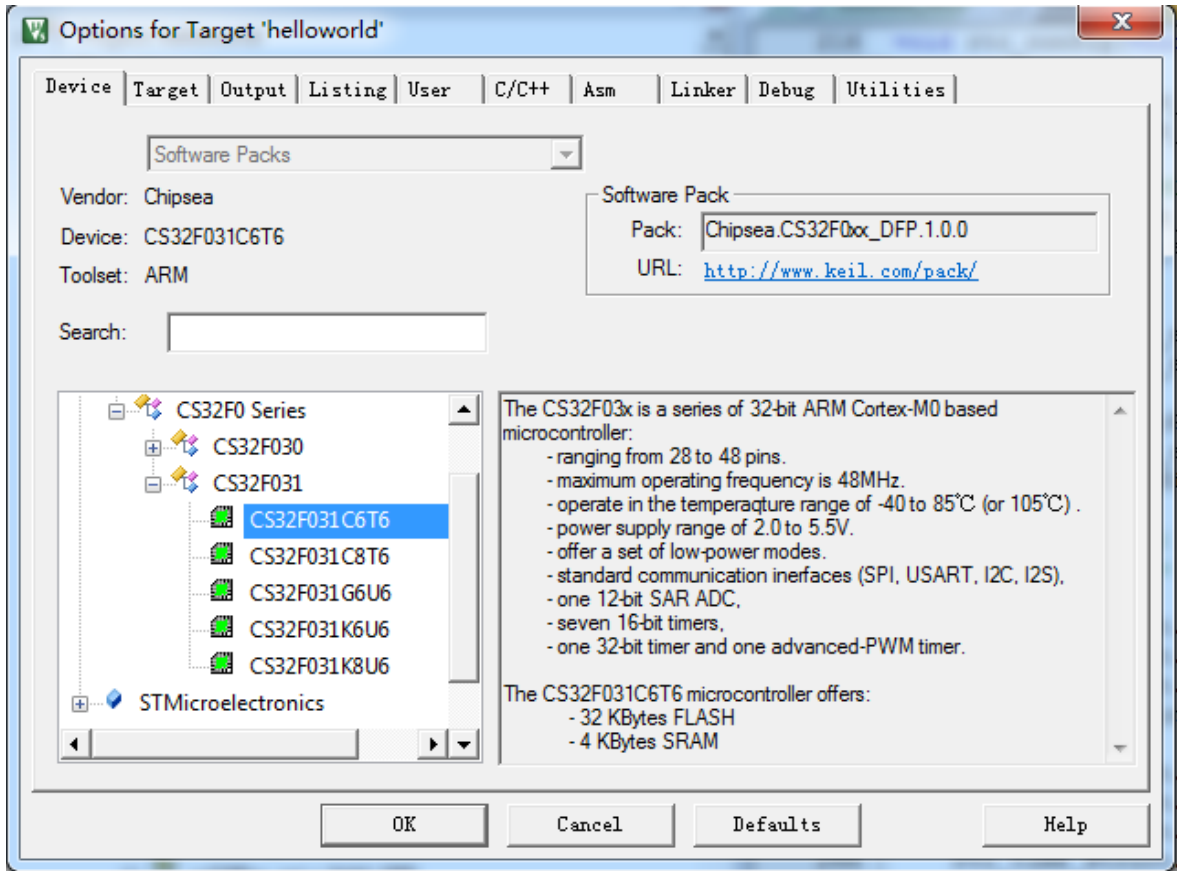

图 2.3 软件包图
3. 安装完成后，在“Pack Installer”窗口的器件列表中会出现“Chipsea”项，展开“CS32F0 Series”，选择具体型号的 MCU(如下图 2.3 所示)。